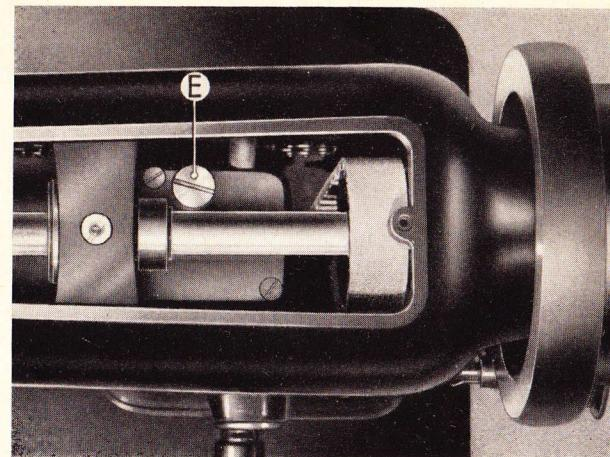

fig. 3
- 2) Remove screw « E » (Fig. 3) and pour oil into the pipe.